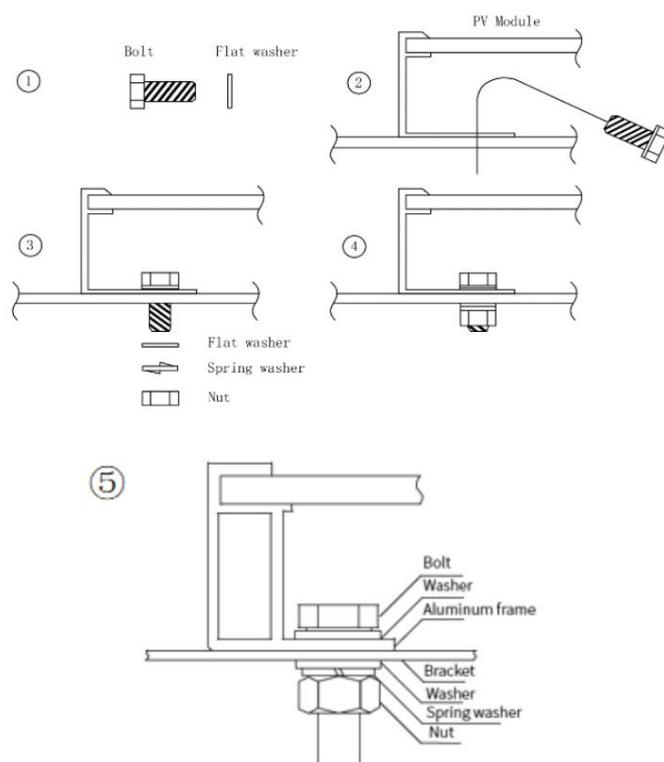

figure 3
- La méthode et les spécifications des pièces de fixation sont montré dans le **figure 3** ci-dessous: